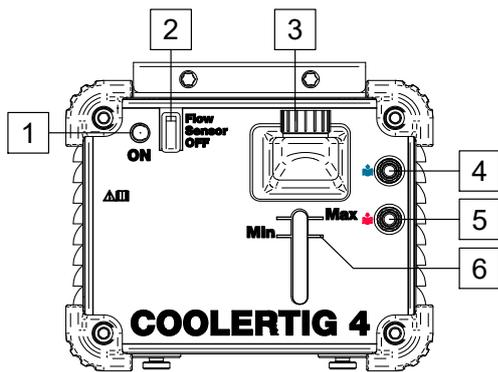

Abbildung 3
9. Luftschlitze: Ermöglichen eine saubere Zirkulation der Luftkühlung (Abb. 3).